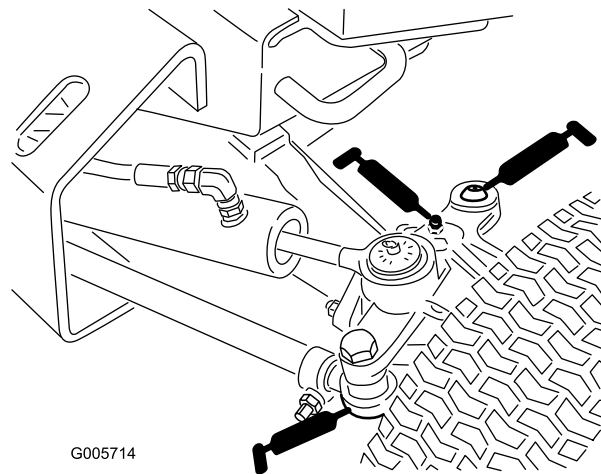

Bild 40
- Achsenzugstange (2) (Bild 40)
- Achsendrehbüchse (Bild 40)
- AchsenLenkgelenke (2) (Bild 40)
- Zylinderstangenenden (4) (Bild 40)